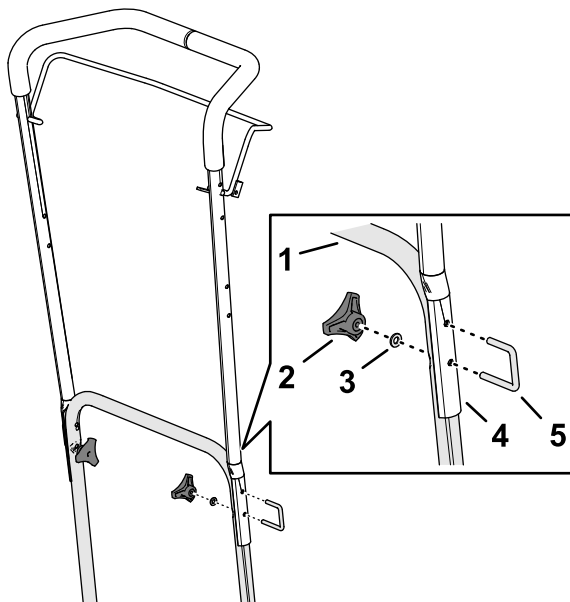

Figura 8
1. Alinee los taladros en el manillar superior con los taladros en el manillar inferior (Figura 8).